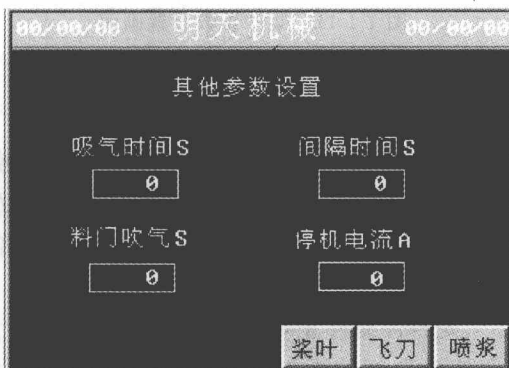

图 1-1-14 其他参数设置画面
④ 触摸“其他”键，进入其他参数设置画面（图 1-1-14）。触摸名称下的方框，弹出一个数字键盘，输入参数即可。